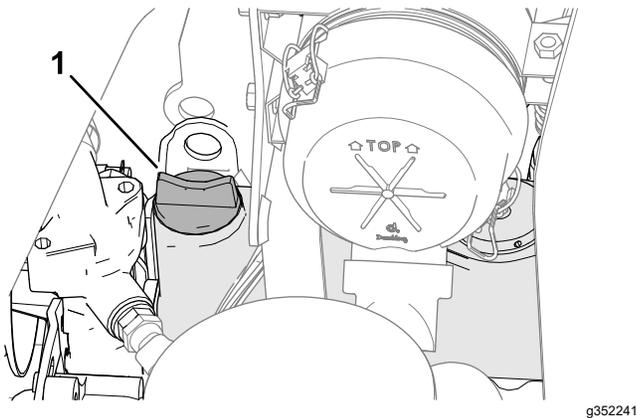

Figura 72
5. Si el nivel de aceite es bajo, retire el tapón de llenado (Figura 72) y añada poco a poco pequeñas cantidades de aceite, comprobando el nivel frecuentemente, hasta que el nivel llegue a la marca de lleno de la varilla.